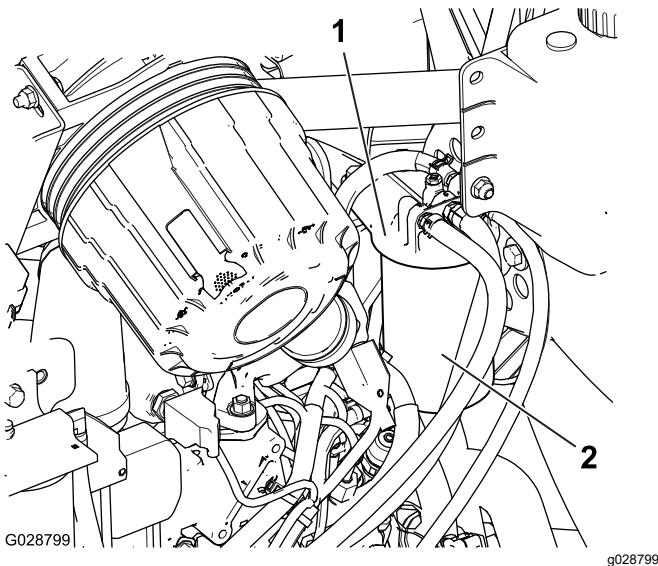

Рисунок 57
1. Очистите поверхность вокруг головки топливного фильтра (Рисунок 57).